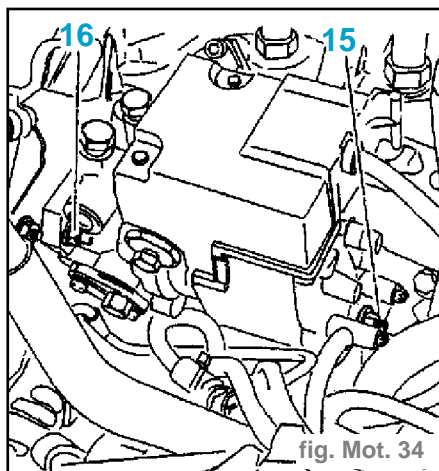

fig. Mot. 34
- Déposer (fig. Mot. 34) :
- la vis AR (15),
- les trois écrous (16),
- Reposer (fig. Mot. 34) :